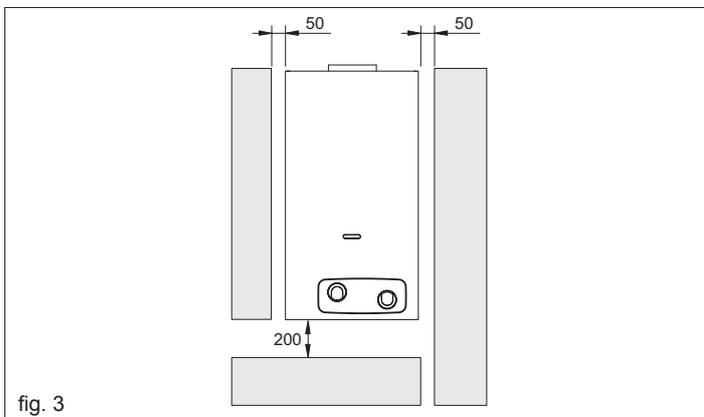

fig. 3
- Para permitir las operaciones de mantenimiento es indispensable dejar alrededor del calentador las distancias mínimas indicadas en la fig. 3.